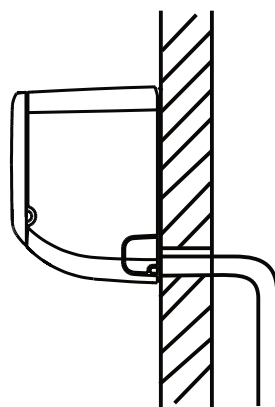

Fig. 6.3a
2. Usando el ejemplo de la Fig. 6.3a como guía, asegúrese de que su tubería de desagüe esté instalada de manera similar. Los otros ejemplos en la Fig. 6.3 representan cosas que debe evitar al instalar su tubería de desagüe.
Asegúrese de colocar el tubo de desagüe correctamente según la Fig. 6.3a.